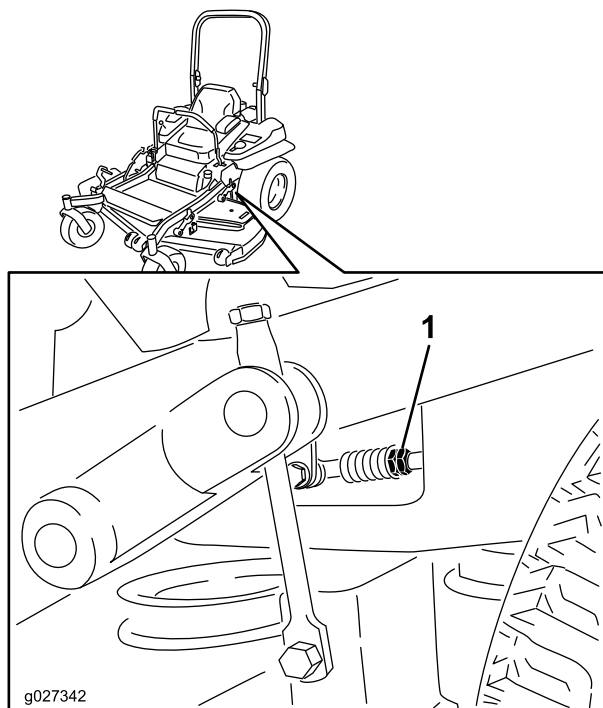

Figure 79
7. Amenez les leviers de commande de déplacement en position point mort. Réglez la longueur des tiges de pompes en tournant les doubles écrous dans le sens voulu jusqu'à ce que les roues tournent légèrement en marche arrière (Figure 79). Amenez les leviers de commande de déplacement en position de marche arrière et, tout en appuyant légèrement sur les leviers, laissez les ressorts d'indicateur de marche arrière ramener les leviers au point mort. Les roues doivent s'arrêter de tourner ou tourner légèrement en arrière.